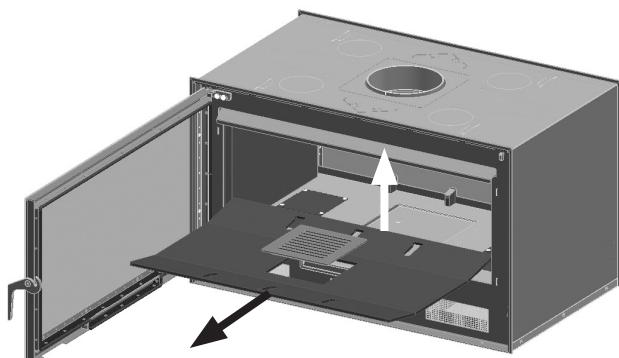

FIG. 9
1. Togliere dal dispositivo la griglia in ghisa e la base. **Fare attenzione ai pezzi di vermiculite, si possono rompere** (Fig. 9).